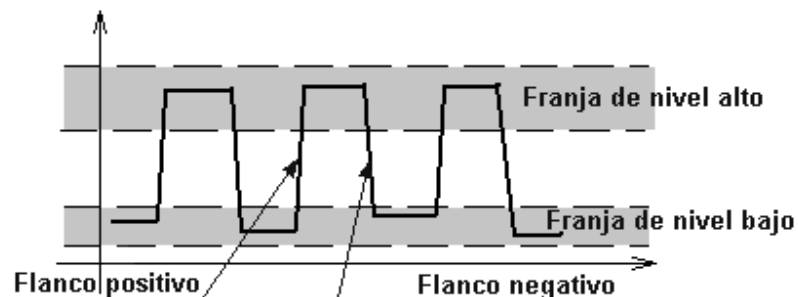

Figura 9.1. Elementos de una señal digital
*En los circuitos digitales, los voltajes tienen solo dos valores Alto (H) y Bajo (L), en realidad son dos franjas de valores de voltaje que dependen de los elementos usados en el circuito, se producen cambios de una franja a la otra, llamados flancos, se producen en tiempos muy cortos que se pueden considerar en principio intervalos de tiempo cero.*
*En una señal digital se tienen entonces cuatro elementos principales: nivel alto, nivel bajo, flanco positivo o de subida y flanco negativo o de bajada, figura 9.1.*